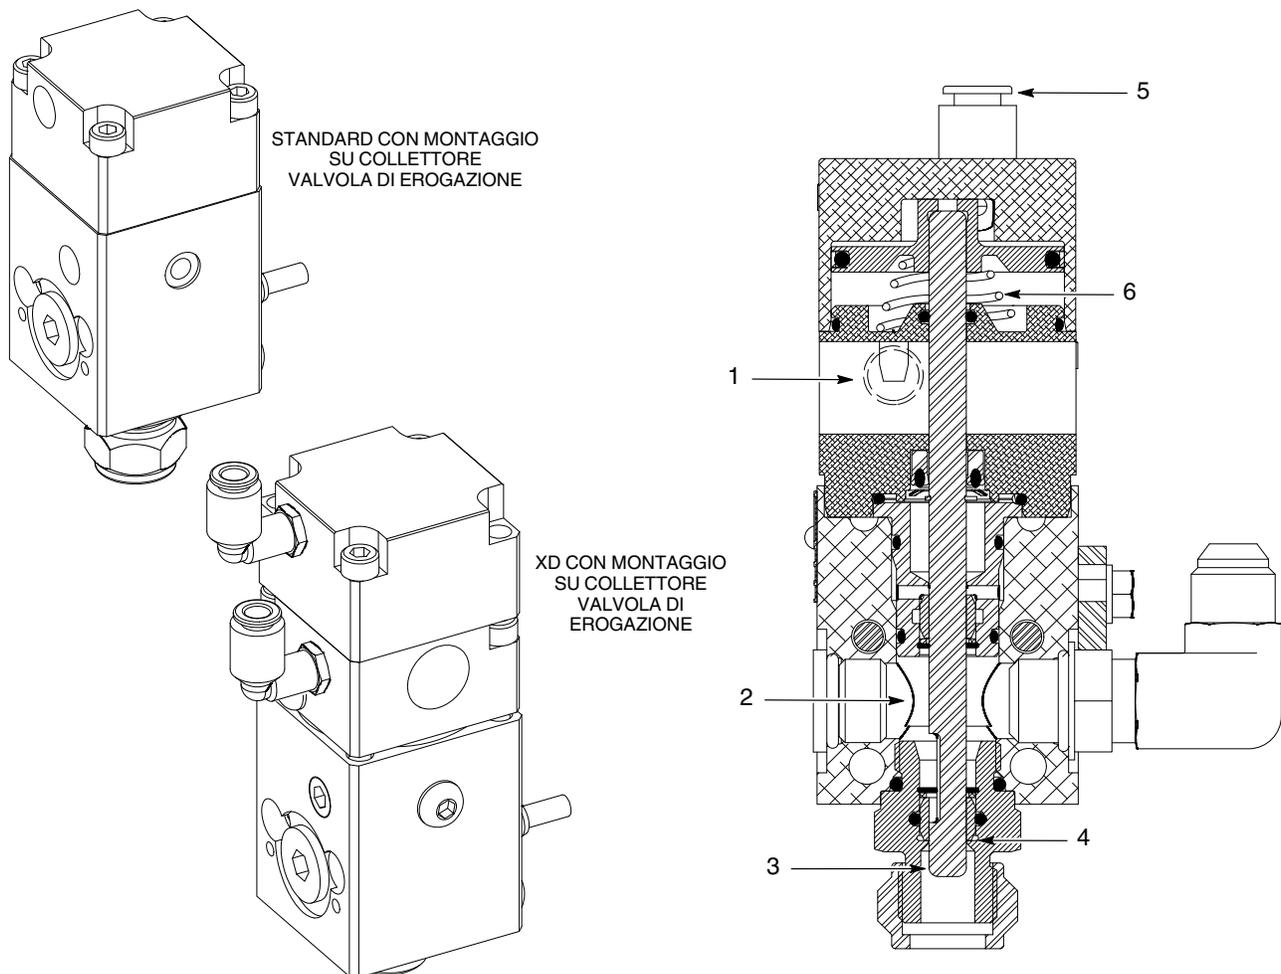

Figura 1 Valvole di erogazione antisbavature Auto-Flo II
Vedi figura 1. La valvola di erogazione antisbavature Auto-Flo II si usa in molte applicazioni per erogare adesivi, sigillanti o altri materiali. Questa valvola in alluminio è leggera e versatile.
Vedi figura 1. Quando viene alimentata aria all'ingresso aria valvola aperta (5), il pistone viene spinto verso il basso, spingendo lo stelo del pistone (3) attraverso la sede (4). Il materiale entra nell'ingresso del materiale (2) ed esce dall'ugello.